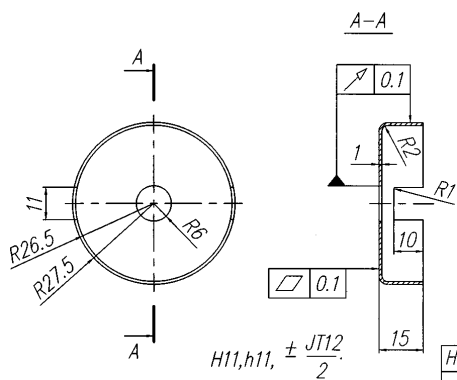

рис.1
- изготовьте детали согласно прилагаемых эскизов: модулятор - **рис.1**,